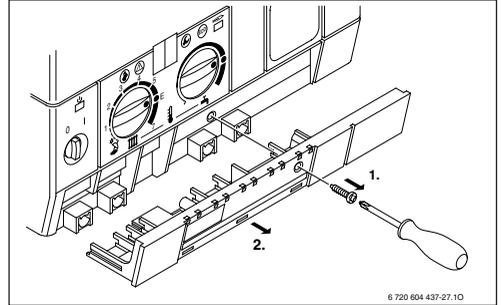
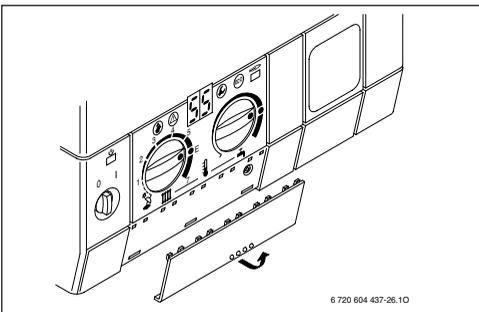

Bild 5
Bild 4
- ▶ Abdeckung (→ Bild 5, Seite 8) und Blende (→ Bild 4, Seite 8) montieren.
- ▶ Blende abnehmen (→ Bild 4, Seite 8).
- ▶ Abdeckung abnehmen (→ Bild 5, Seite 8).